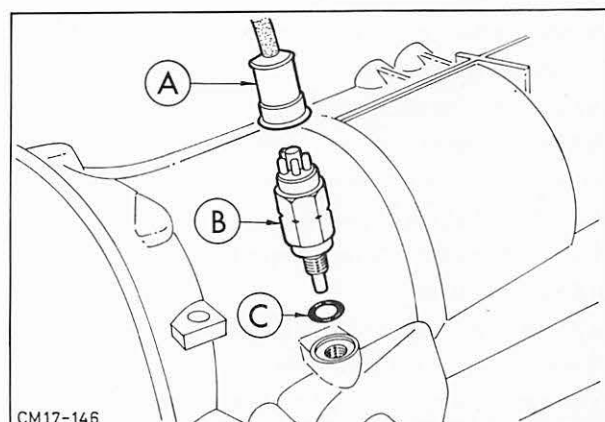

Abb. 130 Schalter – Startsperr
2. Schalter – Startsperr herausrauben und O-Ring entfernen. Abb. 130.